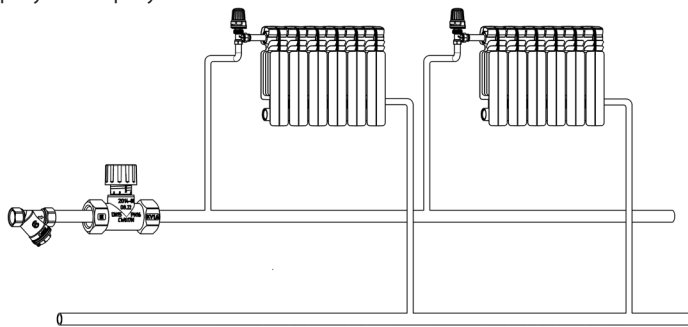
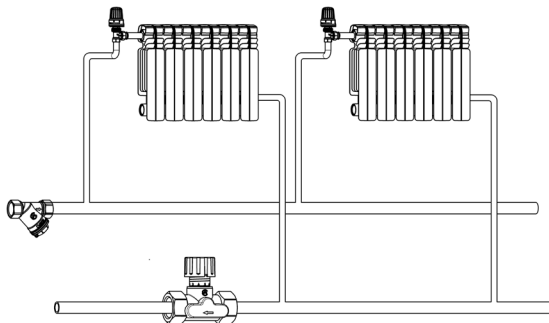

Рисунок 4. Пример установки балансировочного клапана на подающем трубопроводе
Рисунок 5. Пример установки балансировочного клапана на обратном трубопроводе
- 9.5. Балансировочный клапан 2014 устанавливается на подающем или обратном трубопроводе, см. рисунок 4 и рисунок 5.